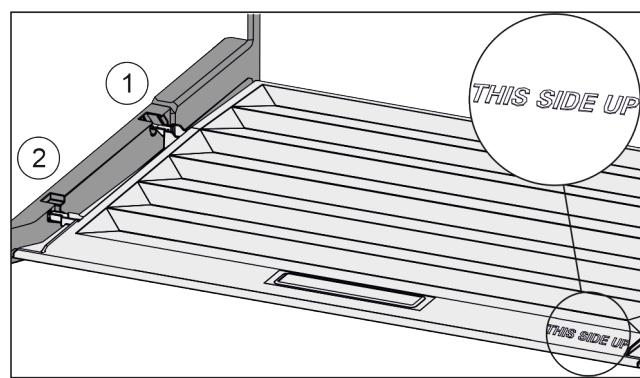

Fig. 34
- ▶ Výstupky veka zavedte cez otvor zadného držiaka Fig. 34 (1) a zaistite vpred u v držiaku Fig. 34 (2).